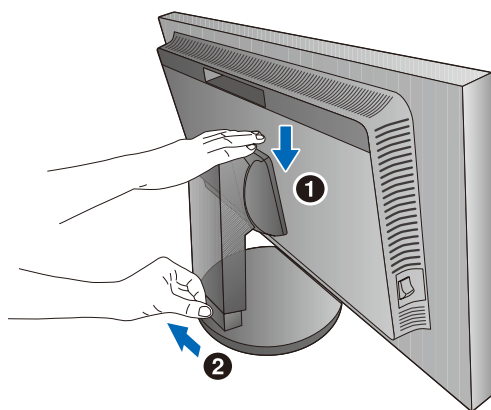

图 B.1
3. 高度调整由锁定开关锁定。请将手置于立架的顶部将屏幕往下按到最低位置。滑动锁定开关解锁底座将显示器屏幕抬起（图 B.1）。